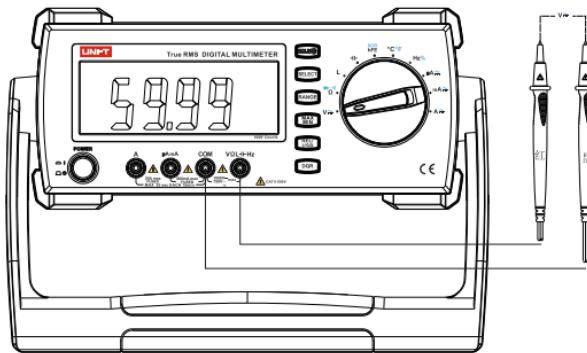

图1
- 将旋钮选择开关置于 **V~** 档，按下 **SELECT** 键切换为 DC 测量功能（如图1），将表笔并联到待测电源或负载上。
- b) 将旋钮选择开关置于V $\text{~A~}$  档，按下 **SELECT** 键切换为AC测量功能(如图1)，将表笔并联到待测电源或负载上。